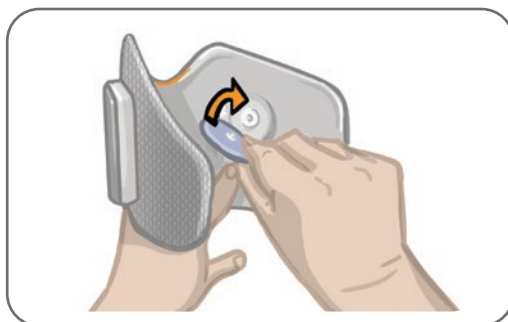

Bild 8-5: Ansluta tygelektroden
6. Sätt fast de runda tygelektrodena vid elektrodbaserna. Se bild 8-5. Användare av den vanliga underbensmanschetten måste se till att manschettklickskydden sitter på plats.